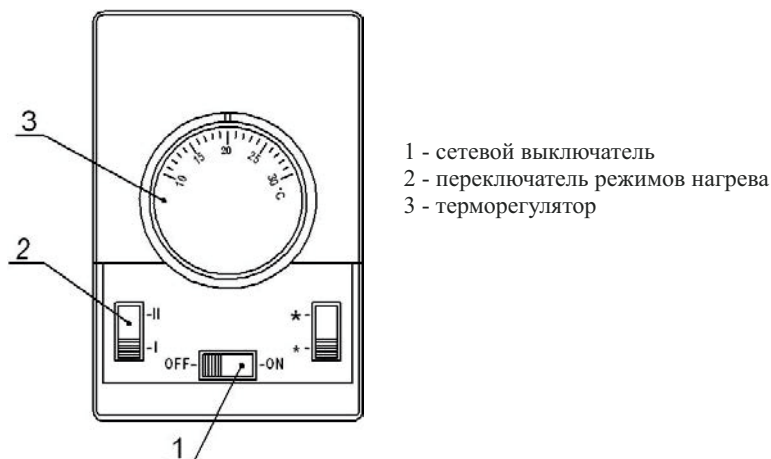

Рис. 1 Пульт управления
(см. рис.1). Пульт управления позволяет поддерживать необходимую температуру воздуха вблизи места его установки и регулировать тепловую мощность завесы.
7.1 Перед включением завесы диск терморегулятора **3** (см. рис.1) должен быть повернут по часовой стрелке в крайнее положение. Переключатель **1** должен находится в положении **OFF**.